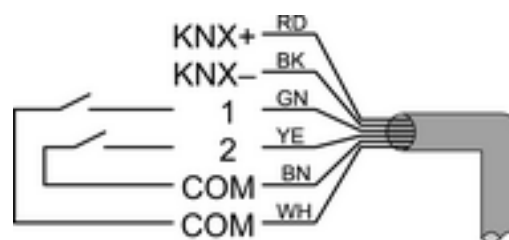

Рисунок 2: Расположение выводов линии шины управления
- При необходимости подключить гальванически развязанные контакты к входам (рисунок 2).